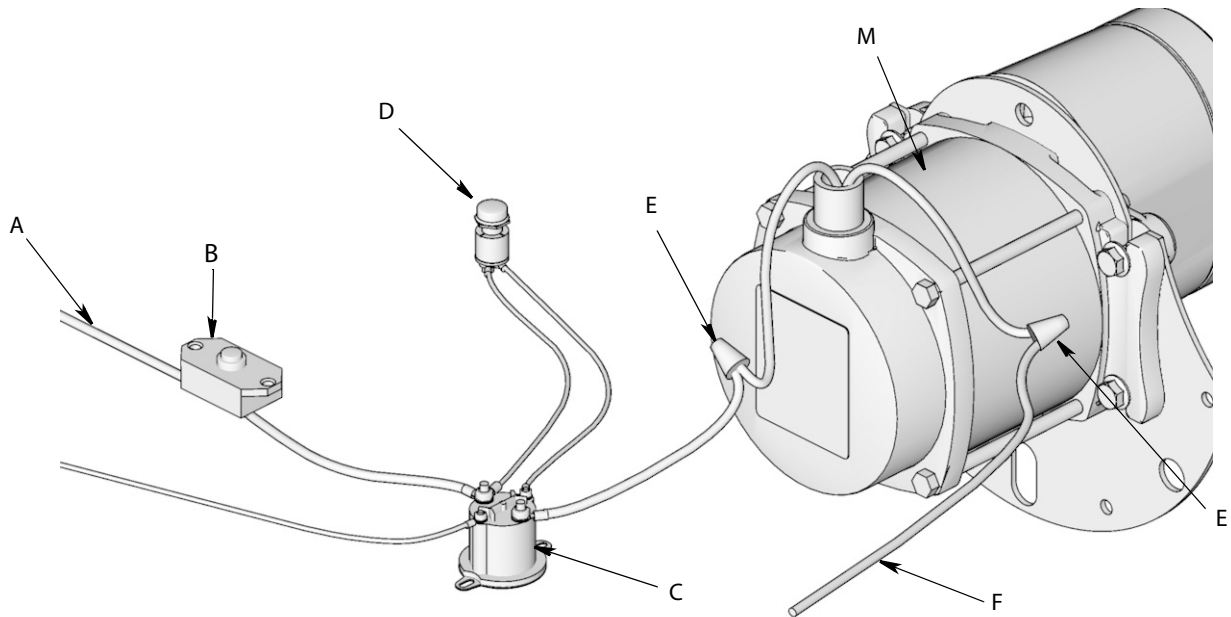
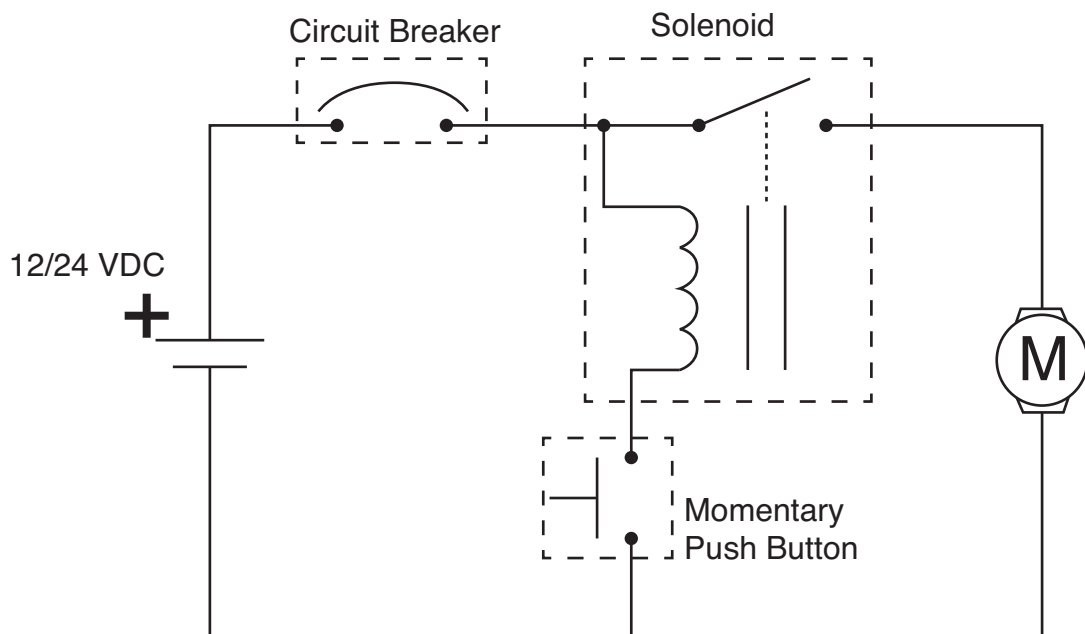

FIG. 8
FIG. 9
2. Следуйте схеме электропроводки, приведенной на FIG. 8, и электрической схеме, приведенной на FIG. 9.